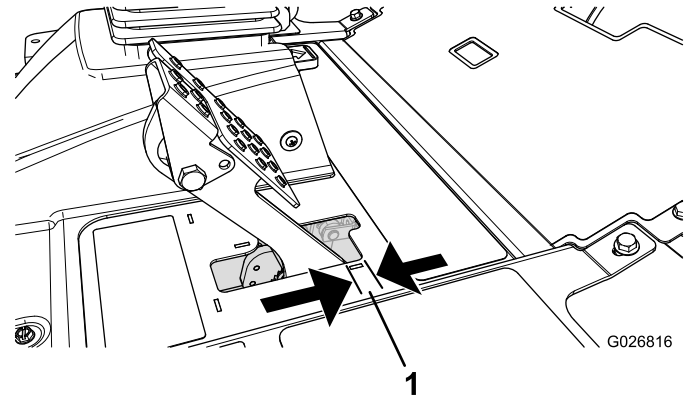

図 94
ブレーキペダルの「遊び」が 25 mm 以上となったり、強く踏み込まないとブレーキの効きが悪いと感じられるようになったら、調整を行ってください 図 94。遊びとは、ブレーキ・ペダルを踏み込んでから抵抗を感じるまでのペダルの行きしろを言います。
2. 後ナットを締めてケーブルを後方に移動させて、ホイールがロックする前のブレーキペダルの遊びが 6.3-12.7 mm なるように調整する 図 94。